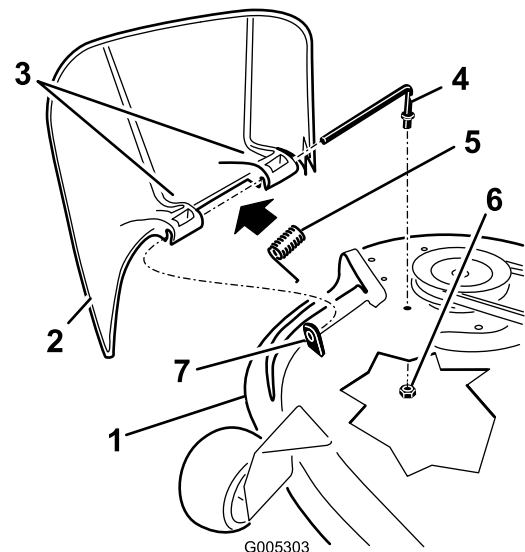

Figura 60
- Retire la tuerca (3/8") de la varilla (debajo del cortacésped) (Figura 60).
- Retire la varilla del espaciador corto, muelle y deflector de hierba (Figura 60).
- Vuelva a colocar el deflector de hierba (Figura 60).
7. Deslice la varilla por el segundo soporte del deflector de hierba (Figura 60).
9. Sujete el extremo trasero de la varilla al cortacésped con una tuerca (3/8 pulgada), según se muestra en Figura 60.